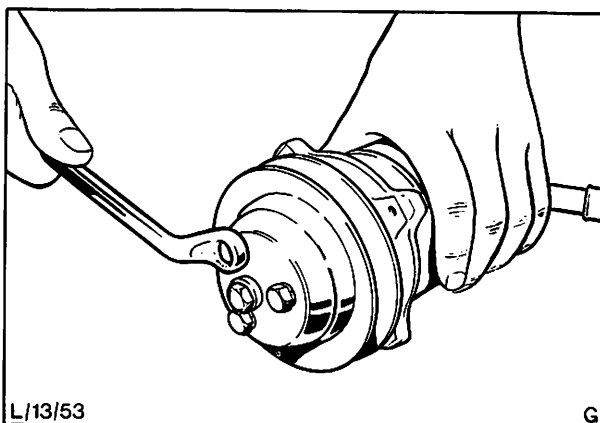

Abb. 60 Riemenscheibe an Pumpe montieren
5. Riemenscheibe an die Pumpe montieren und mit drei Schrauben sowie Scheiben sichern, Abb. 60.